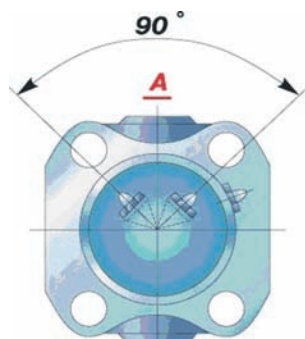

Рис. 4. Розташування прес-маслянок при складанні карданного вала (вид з боку моста)
4. Встановіть хрестовини і вилки шарнірів так, щоб прес-маслянки шліцевого з'єднання і хрестовини, розташовані біля мосту, знаходилися в одній площині і на одній стороні вала, а маслянка хрестовини протилежного кінця вала - на 90° проти годинникової стрілки, якщо дивитися з боку моста (рис. 4).